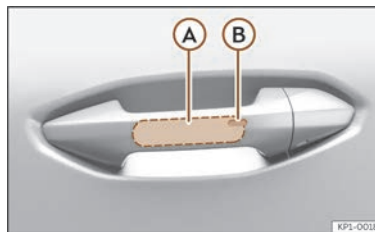

Fig. 74 Mânerul ușii: suprafețele senzorilor.
>>> **fig. 74**
- Atingeți suprafața senzorului (B) >>> **fig. 74** de pe exteriorul mânerului ușii. Toate semnalizatoarele clipeșc o dată.
- În interval de 5 secunde, atingeți senzorul din exteriorul mânerului portierei o dată >>> **fig. 74** . Nu apucați mânerul atunci când faceți acest lucru. Astfel se dezactivează temporar sistemul Keyless Access.